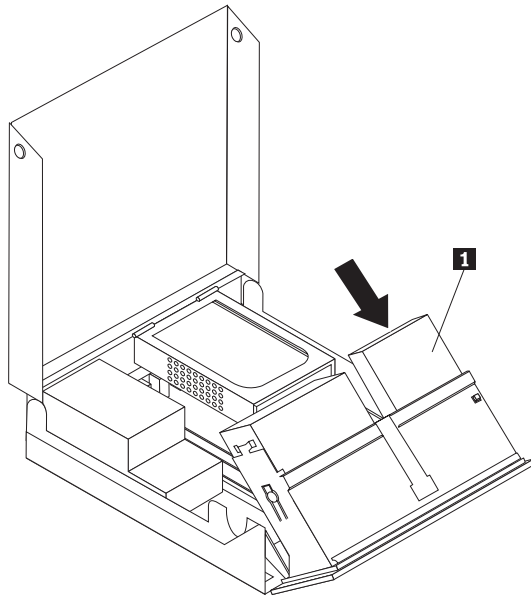

Figura 13. Accesso ai collegamenti del cavo
3. Ruotare l'assieme del vano unità verso l'alto per accedere ai collegamenti del cavo e scollegare i cavi del vano unità.. Consultare la sezione Figura 13 a pagina 20.